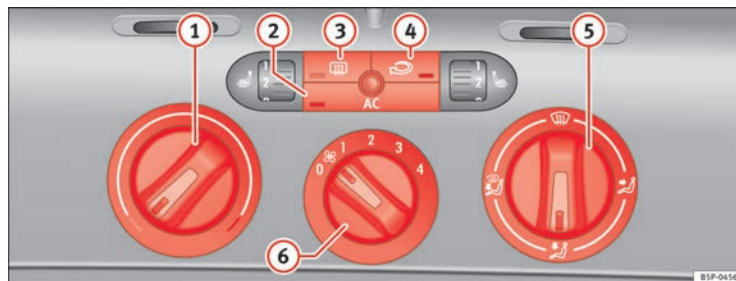

Abb. 128 In der Instrumententafel: Bedienelemente der Climatic
- Mit den Reglern ⇒ Abb. 128 ① und ⑤ und mit dem Schalter ⑥ stellen Sie die Temperatur, die Luftverteilung und die Gebläsestufe ein.
- Drücken Sie die jeweilige Taste ②, ③ oder ④, um eine Funktion ein- oder auszuschalten. Bei einer eingeschalteten Funktion leuchtet das Fenster unten an der Taste auf.
- ③ Taste – Heckscheibenbeheizung. Etwa 20 Minuten nach dem Einschalten wird die Beheizung automatisch ausgeschaltet. Sie lässt sich vorzeitig durch Drücken der Taste ausschalten.
- ④ Taste – Umluftbetrieb ⇒ Seite 165
- ⑤ Luftverteilungsregler ⇒ Seite 163.
- ⑥ Gebläseschalter. Der Luftstrom ist in vier Stufen einstellbar. Das Gebläse sollte immer bei langsamer Fahrgeschwindigkeit in niedriger Stufe mitlaufen.
① Temperaturregler ⇒ Seite 163.
② Taste – Kühlanlage ein-/ausschalten ⇒ Seite 163
- Schalten Sie die Klimaanlage mit der Taste $\Rightarrow$ **Seite 162**, **Abb. 128**  ein.